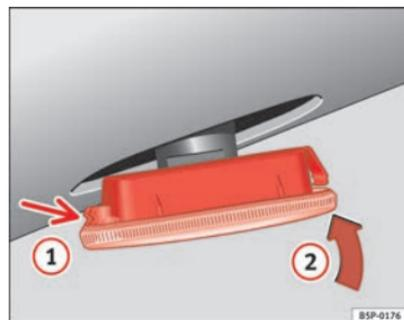

Fig. 189 Luz indicadora de mudança de direção lateral
- Primeiro, coloque a luz indicadora de mudança de direção no orifício da carroçaria, encaixando as patilhas ⇒ fig. 189, seta ①.
- Encaixar a lâmpada como indica a seta ② ⇒ fig. 189. ■